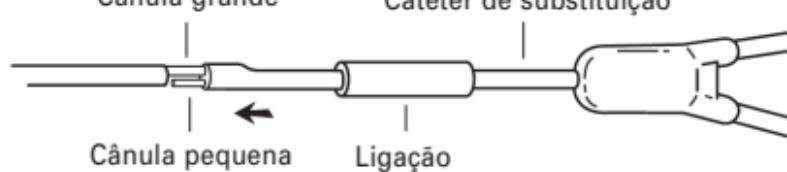

Fig. 3
3. A ponta do cateter de substituição está pré-carregada com uma cânula pequena de metal (ponta curta) e uma cânula grande de metal (ponta comprida). Deslize a cânula grande de metal ligeiramente para dentro do lúmen grande do cateter. (Fig. 3)